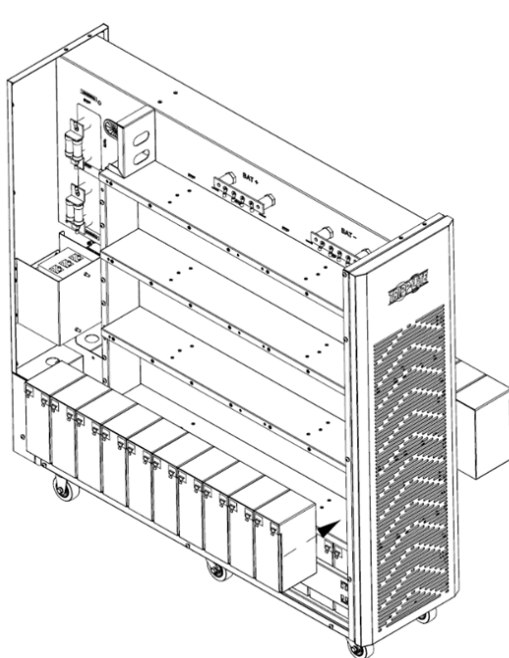

Figura 5-8A
8. Instale 10 módulos de baterías en la capa siguiente (L2-A, serie positiva del grupo 2). Asegúrese de mantener los lados de las terminales de todas las baterías hacia arriba (Figura 5-8A).